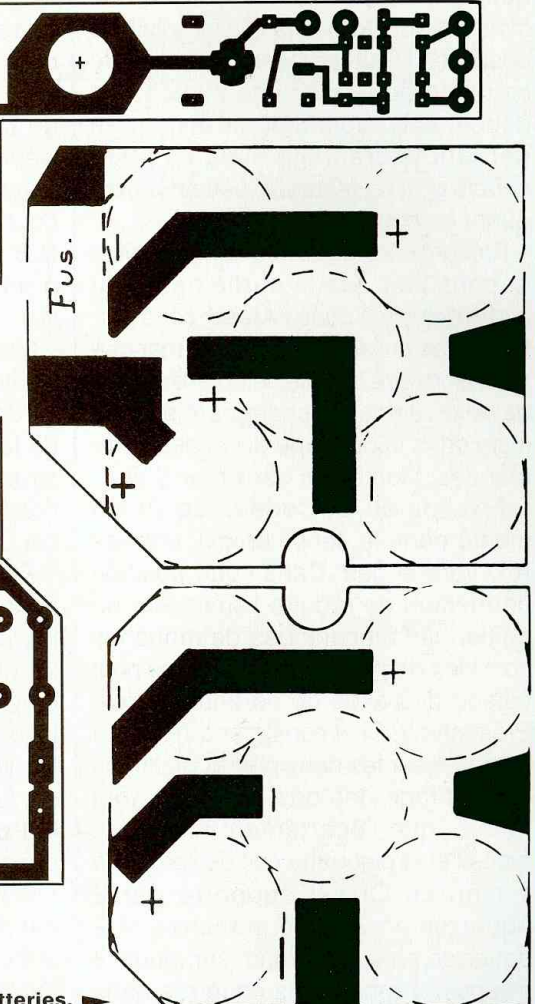

Fig. 18 : C.I. des supports des batteries.
• LES CI SUPPORTS DES BATTERIES – voir Fig. 18.